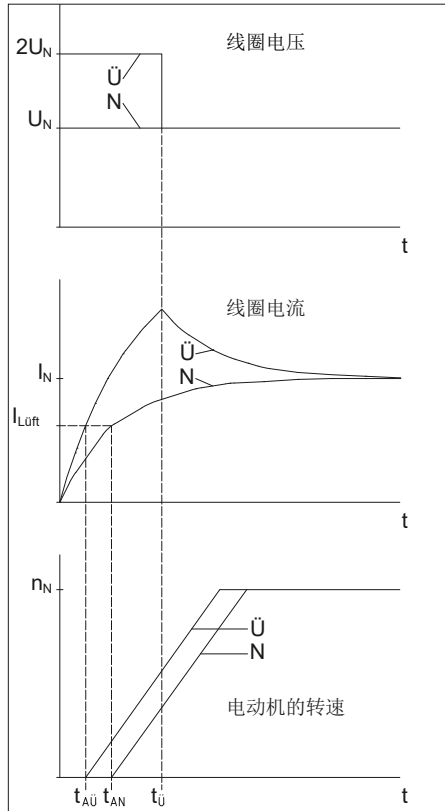
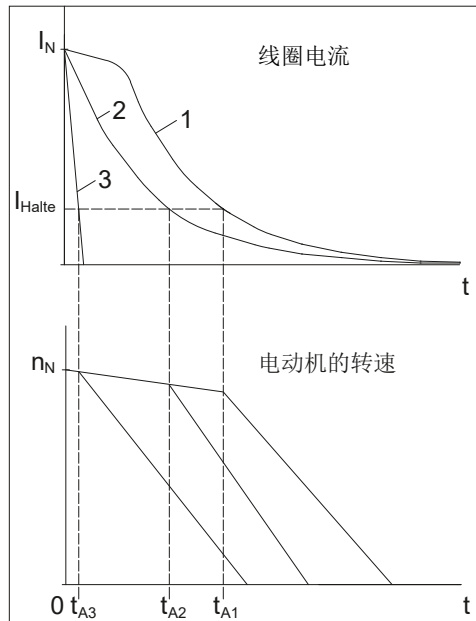

图2: 线圈电压, 线圈电流和电机转速曲线, 在标称激励(N) 和过激励时 (Ü).
图3: 断开交流 (1、2) 和直流 (3) 电源后, 电磁线圈电流和电机转速的曲线
这种情况参见图2。
a) 电机接线板提供整流器电源（图3，曲线图1）
- b) 整流器独立电源 (图3, 曲线图2)
4.1.2.2 电磁线圈的直流开关电路断电 (图3, 曲线图3)